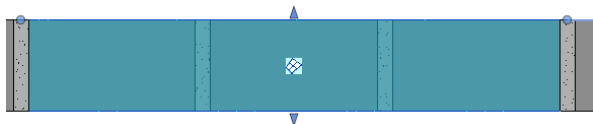
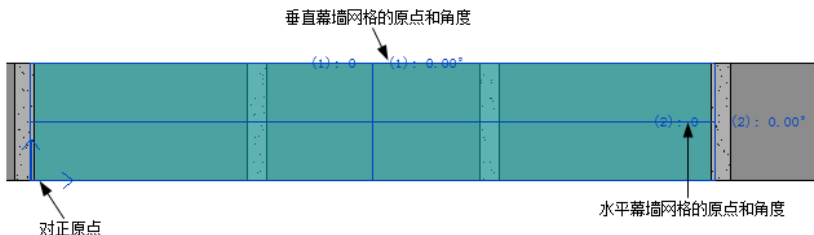

图 9-23 选中幕墙
图 9-24 幕墙网格布局界面
(2) 选中视图中的幕墙，如图 9-23 所示，单击“配置网格布局”按钮，在幕墙网格面上打开幕墙网格布局界面，如图 9-24 所示。使用此界面，可以图形方式修改面的实例参数值。在其他位置单击鼠标左键退出此界面。